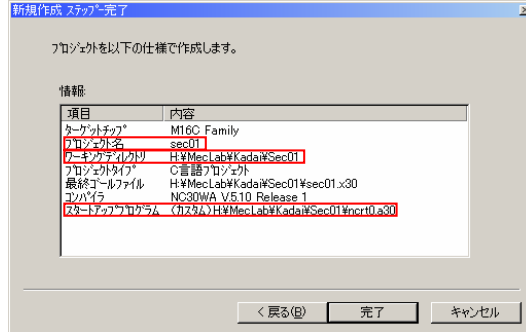

図. 2.11: 設定した内容の確認。
(5) ウィザードの最後で、設定した内容を確認します (図 2.11)。プロジェクト名、ワーキングディレクトリ、スタートアッププログラムを確認します。